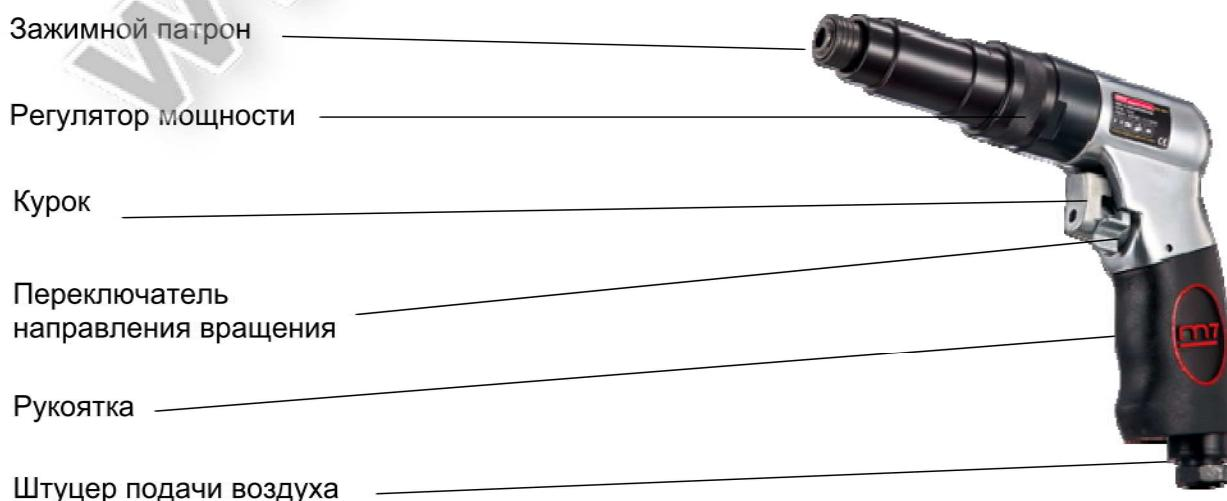

Рис. 1
- Управление шуруповертом осуществляется с использованием курка (Рис. 1), который находится под указательным пальцем.